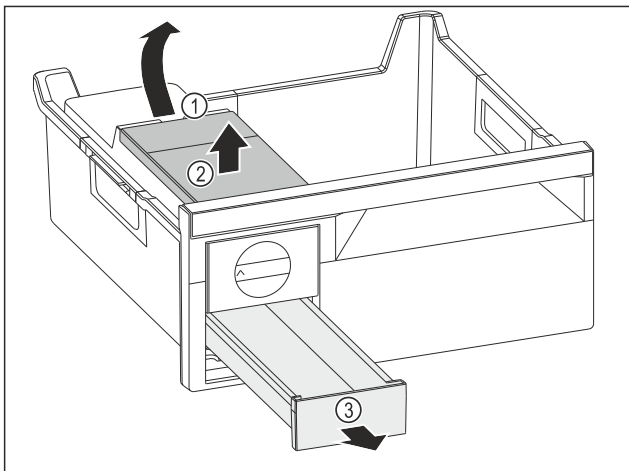

Fig. 81
- ▶ Wassertank entnehmen: Wassertank an der Aussparung Fig. 81 (1) anheben.
- ▶ Wassertank Fig. 81 (2) nach oben entnehmen.
- ▶ Eiswürfelschubfach Fig. 81 (3) nach vorne entnehmen.